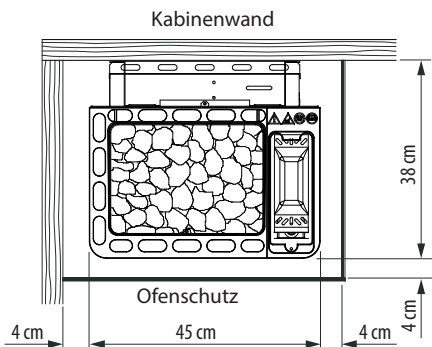

Abb. 2
- Bei der Montage des Heizgerätes ist darauf zu achten, dass der Abstand zwischen Oberkante Ofen und Kabinendecke mind. **90 cm** und der horizontale (seitliche) Abstand zwischen Ofen und Kabinenwand mindestens **4 cm** beträgt (Abb. 2).